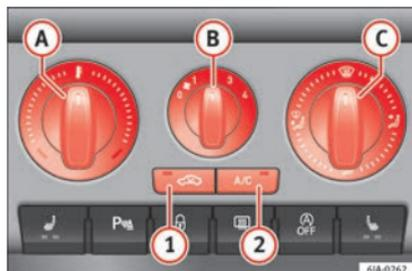

Fig. 169 Climatiseur : éléments de commande.
Le système de refroidissement fonctionne uniquement si la touche **A/C** **2** » **fig. 169** » page 157 est actionnée, et si les conditions suivantes sont réunies :
- La température augmente en tournant la commande **A** » **fig. 169** vers la droite.
- Activez le ventilateur en tournant la commande **B** » **fig. 169** vers les positions 1 à 4.
- En tournant la commande **C** » **fig. 169** vous réglez l'arrivée d'air à travers les diffuseurs correspondants » page 155.
- Appuyez sur la touche **A/C** **2** » **fig. 169**. Le témoin de la touche s'allume.
Si la molette **C** » **fig. 169** est en position de dégel, la trappe de recyclage sera toujours ouverte (témoin lumineux éteint). »
- Appuyez sur la touche **1** » fig. 169, le témoin de la touche s'allume, ce qui indique